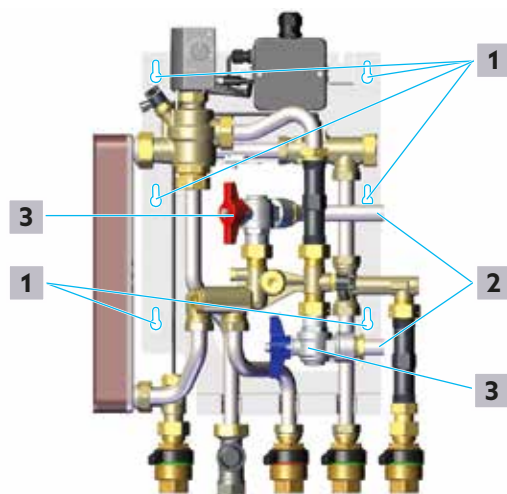

Abb. 9: Wandmontage
- 3 Wählen Sie mindestens 2 der 6 möglichen Befestigungspunkte (siehe Abb. 9 auf Seite 17 (1)) und markieren Sie durch die Bohrungen in der Grundplatte die Bohrlöcher.
Stellen Sie die Eckkugelhähne so ein, dass die Versorgungsleitungen (siehe Abb. 9 auf Seite 17 (2)) aus der gewünschten Richtung an die Station herangeführt werden.
- 8 Montieren Sie die beiden Eckkugelhähne (siehe Abb. 9 auf Seite 17 (3)) mit Flachdichtung in einer für den weiteren Anschluss gut zugänglichen Ausrichtung. (Die Abbildung zeigt beispielhaft den Anschluss von der rechten Seite)